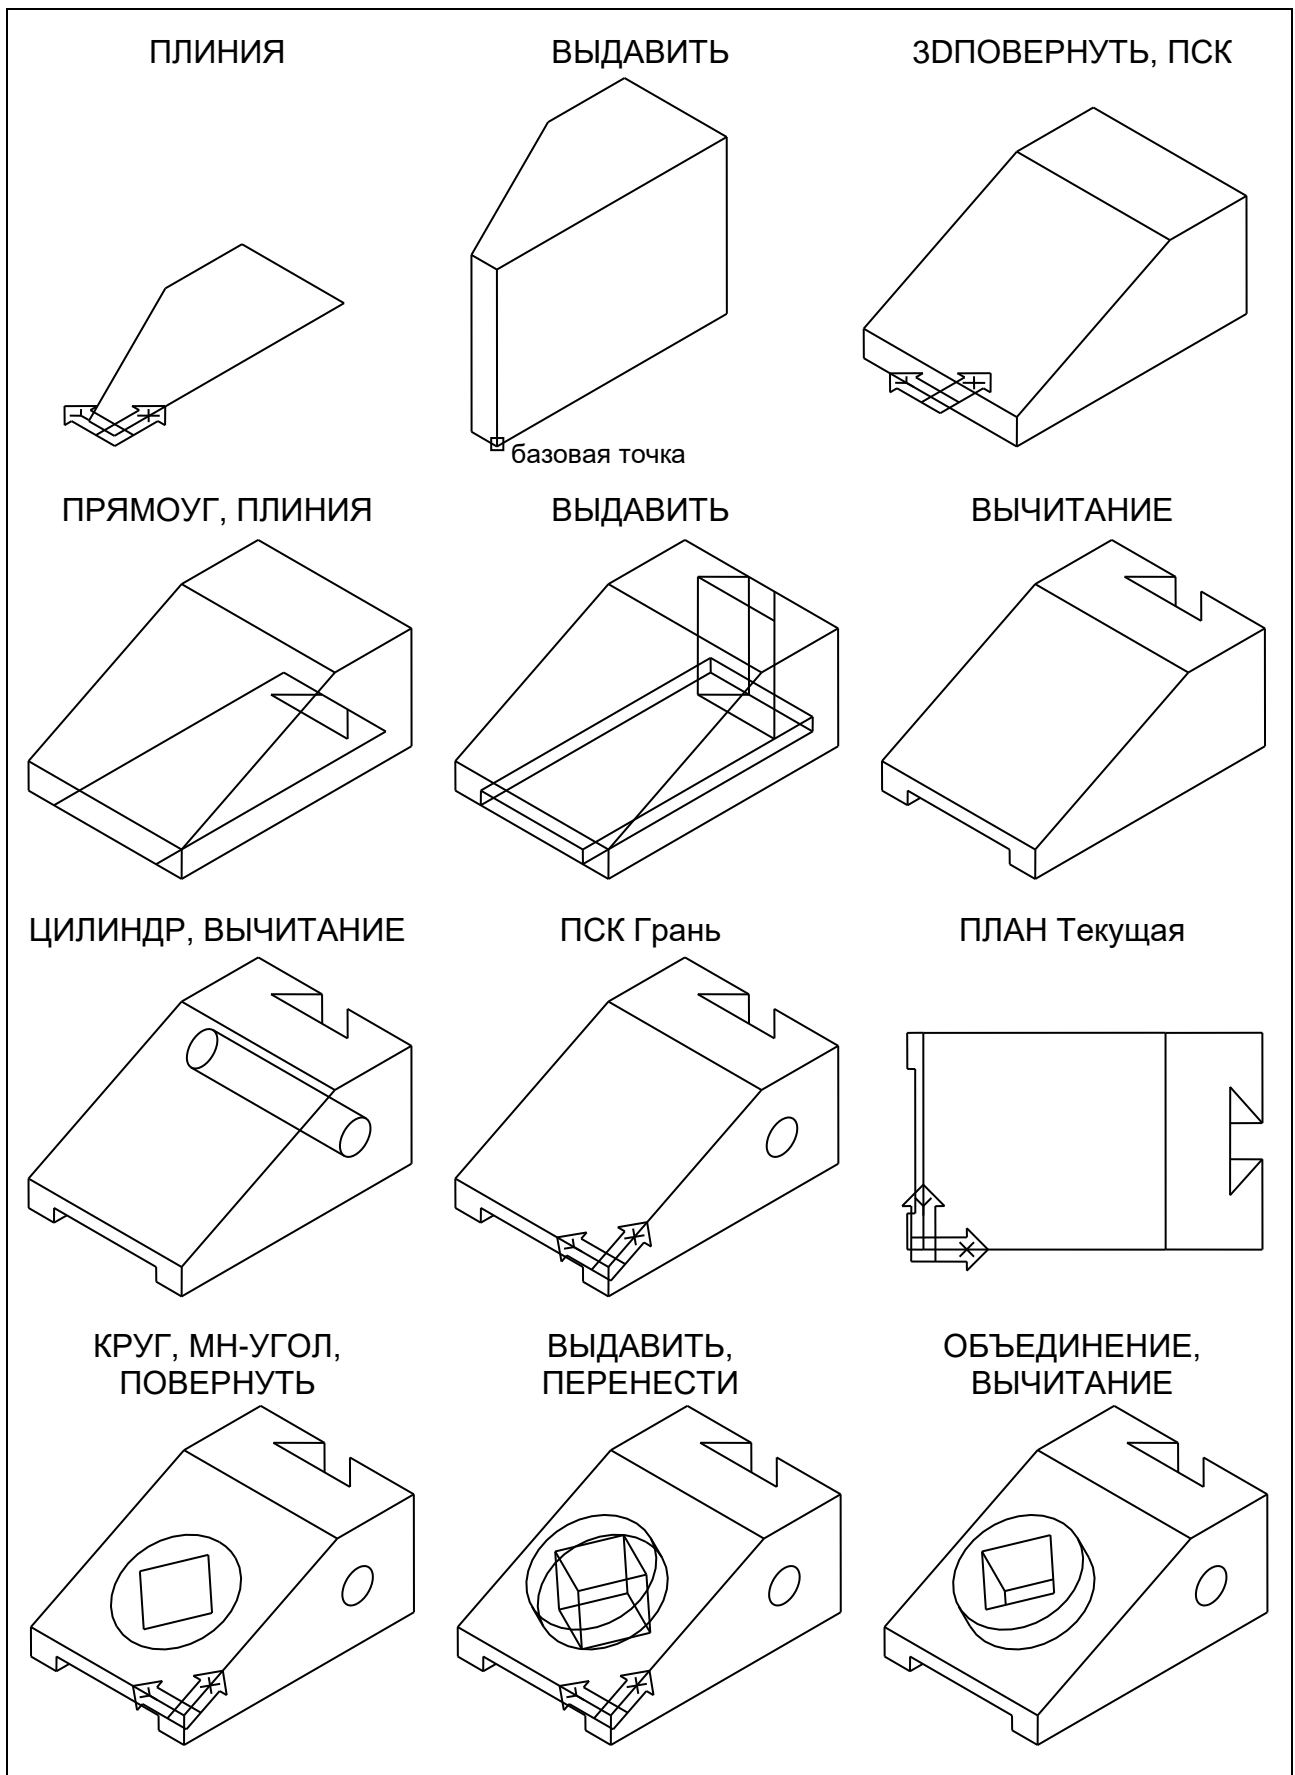

Рис. 29
1. Командой ПЛИНИЯ построить контур боковой грани (рис. 29). Закрывающий сегмент полилинии построить опцией Замкнуть.
При выполнении 3D-поворота базовую точку гизмо (см. рис. 10) следует указать в отмеченной на рис. 29 вершине. При этом необходимо задать угол поворота, равный 90.
6. Командой **ПСК** с опцией **Грань** задать ПСК по наклонной грани модели (см. рис. 29). Затем командой **ПЛАН** установить вид в плане текущей ПСК по выбранной грани.